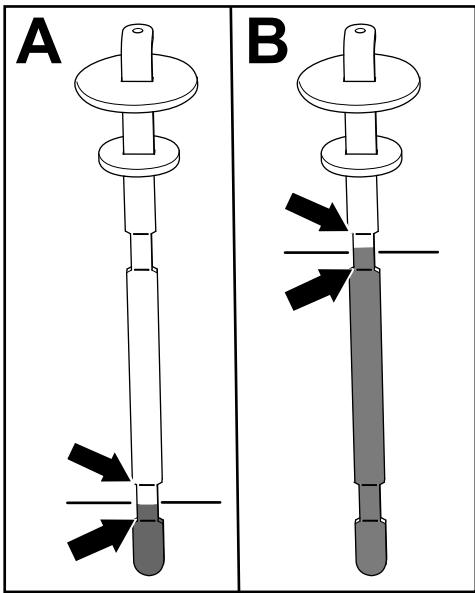

Figura 84
5. Îndepărtați joja și verificați nivelul uleiului (Figura 84).
- **Dacă maina este echipată cu o unitate de tăiere:** nivelul uleiului hidraulic este corespunzător atunci când uleiul apare între cele 2 marcaje de la partea inferioară a joiei (A din Figura 84). De asemenea, este acceptabil ca nivelul uleiului să fie peste marcajele de la partea inferioară.
- **Dacă maina este echipată cu un set furtun pentru dispozitivul de ataare acionat hidraulic:** nivelul uleiului hidraulic este corespunzător atunci când uleiul apare între cele 2 marcaje de la partea superioară a joiei (B din Figura 84).